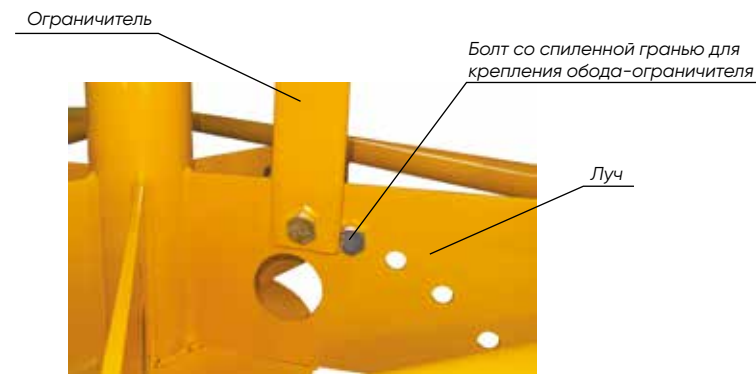

Рис. 12. Расположение ограничителя слева от отверстия для крепления обода-ограничителя
- при установке ограничителя в отверстие, находящееся слева от отверстия для крепления обода-ограничителя, разверните болт спиленной гранью к ограничителю (налево) (см. рис. 12);